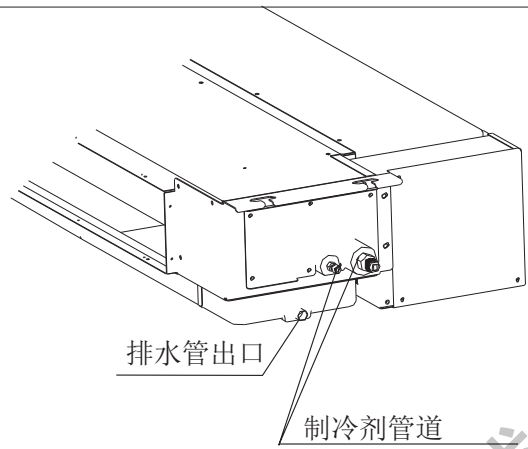

图6.4 排水管
- (1) 排水管的连接位置见图6.4。
- (2) 准备外径为25mm的PVC管。